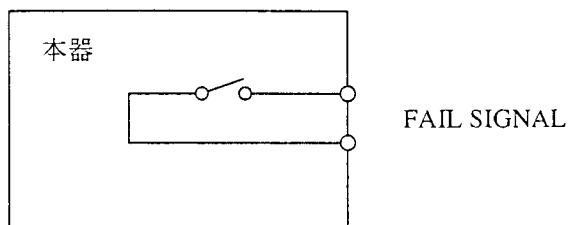

図 4.8
- (1) 本器は FAIL 信号としてメーク接点信号を背面の端子に出力しています。FAIL の判定をしたときに出力され、次に STOP 信号を入力するまでの間、連続信号として出力されます。
- (2) 接点信号とは図 4.8 のように接点のみが存在し、信号出力時にその接点が閉じたり開いたりするものであり、信号の中に電源を持っておりません。従って電源を持たない負荷に対するドライブ能力はありません。